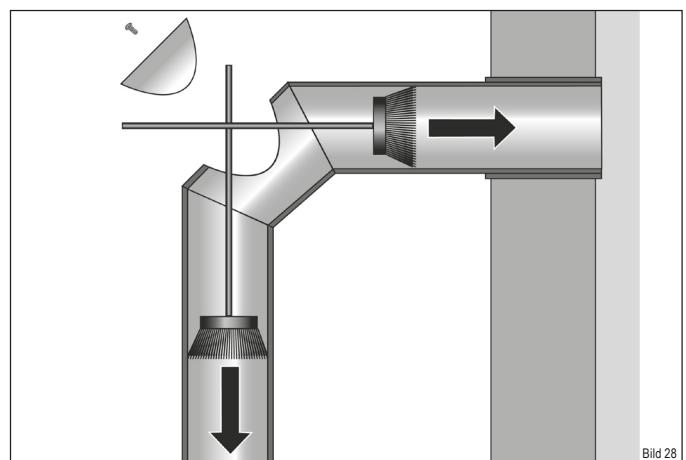

Bild 28
- ▶ Öffnen Sie die Reinigungsklappe am Rauchrohr (Bild 28).
- ▶ Kehren Sie die Ablagerungen nach hinten in den Schornstein und nach unten in den Kaminofen (Bild 28).